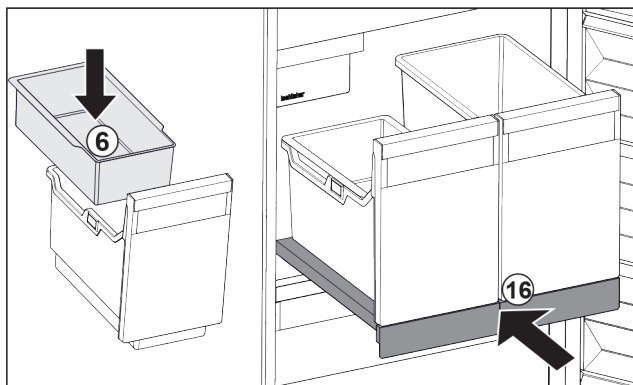

Fig. 32
- ▶ Вставьте навесной лоток Fig. 32 (6) для кубиков льда.
- ▶ Вставьте выдвижную панель с контейнером (IceTower). *Fig. 32 (16)*